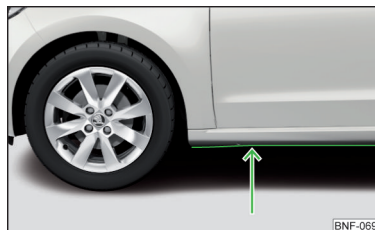

Bild 124
- Fastställ vattendjupet före körning genom vatten. Vattennivån får högst nå undersidan av underredet » bild 124.